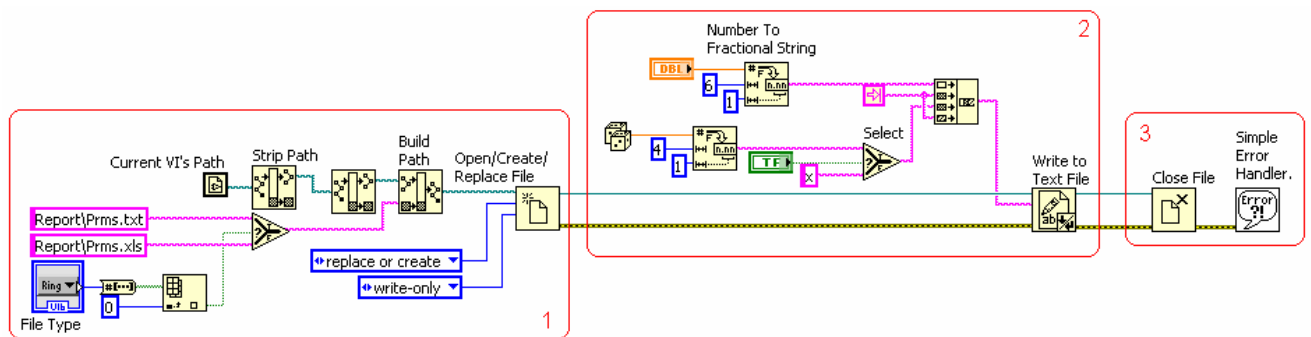

Рис. 8. Пример записи на диск не в режиме потока. Здесь открытие/создание/замена файла (1), запись (2) и закрытие файла (3) происходят однократно.
1. Используя примеры (Рис. 8 и Рис.9) разработайте программы однократной и потоковой записи данных в txt и xls файлы.